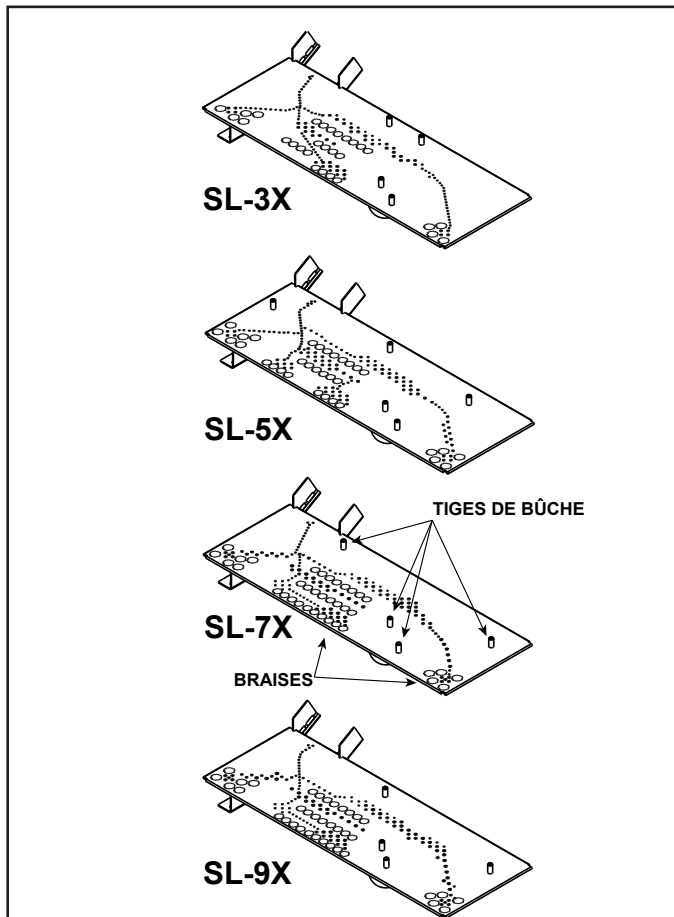

Figure 1. Emplacements de la tige de la bûche et de la braise incandescente
La taille et disposition générale du module du brûleur dans la boîte à feu sont très similaires entre chacun des jeux. Cependant, chaque dessus de brûleur comporte différentes configurations d'orifices et de tiges de bûche. Voir la figure 1 pour l'emplacement des tiges de bûche.
- La bûche arrière gauche, la bûche arrière droite et la bûche du petit brûleur utilisent les orifices du côté au bas, correspondant aux tiges de bûche sur le brûleur. Consultez les figures 1 et 2.
3. Retirez les braises incandescentes de l'emballage et installez-les comme indiqué à la figure 1. Attention à ne pas placer les braises directement sur les orifices et en éviter l'excès.